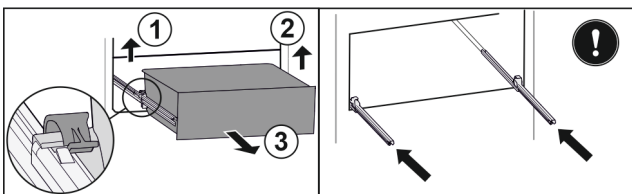

Fig. 156
- ▶ Приподнимите левый зажим и одновременно вытяните движением вперед выдвижной ящик слева. Fig. 156 (1)
- ▶ Приподнимите правый зажим и одновременно вытяните движением вперед выдвижной ящик справа. Fig. 156 (2)
- ▶ Извлеките выдвижной ящик движением вперед. Fig. 156 (3)